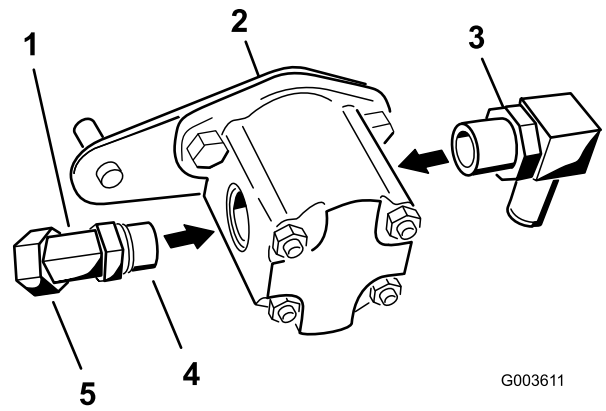

Figure 18
2. Montez le raccord coudé à 45° sur le côté de la pompe hydraulique (Figure 18).